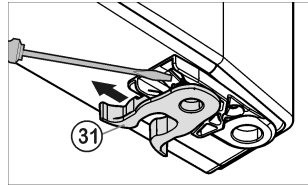

Fig. 7
- ▶ Federklemme *Fig. 7 (31)* umsetzen: Rastnase runterdrücken, Federklemme darüber hinweg abziehen.